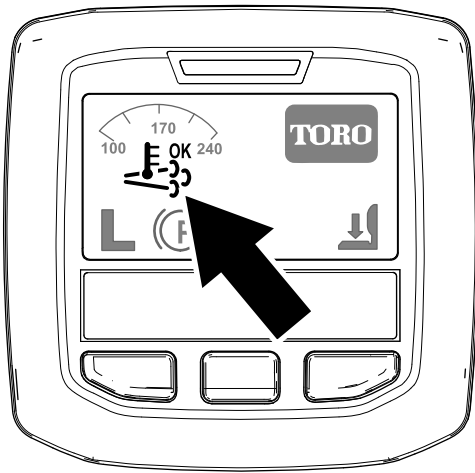

Figure 35
- L'icône de régénération assistée/réinitialisée s'affiche dans l'InfoCenter (Figure 35).